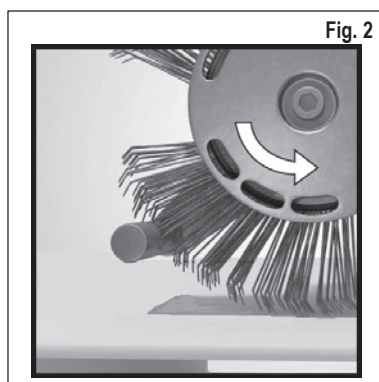

Fig. 2
- Kan det hende at **MBX®** båndet løper i feil retning? – Juster børstebåndet slik at det løper i riktig retning (se kap. 7, oppstart, fig. 2).